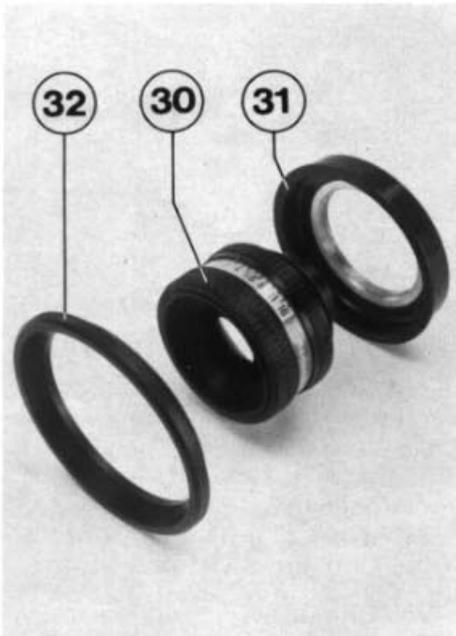

Bild 4
- Ebenso wird bei Objektiven mit $f = 50$ mm verfahren. Hier kann es jedoch unter Umständen in Abhängigkeit vom verwendeten Objektiv bei Vergrößerungsformaten über 24×30 cm notwendig sein, den Haltering (31) so wie in Bild 4 gezeigt auf das Objektiv (30) zu schrauben.
- Bei Objektiven mit $f = 35$ mm ist der als Zubehör erhältliche Haltering (Art.-Nr. 4463) erforderlich. Haltering (31) und Objektiv (30) werden wie in Bild 4 gezeigt verschraubt.